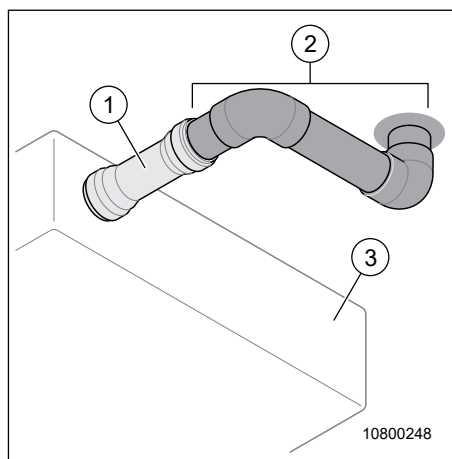

Fig. 61 Siphon avec obturateur
Le siphon avec obturateur (Fig. 61, pos. 1) se trouve sous le véhicule sur le réservoir des eaux usées (Fig. 61, pos. 3).
→ S'il faut nettoyer le siphon avec obturateur (Fig. 61, pos. 1) et la tuyauterie (Fig. 61, pos. 2), adressez-vous à un partenaire de service.